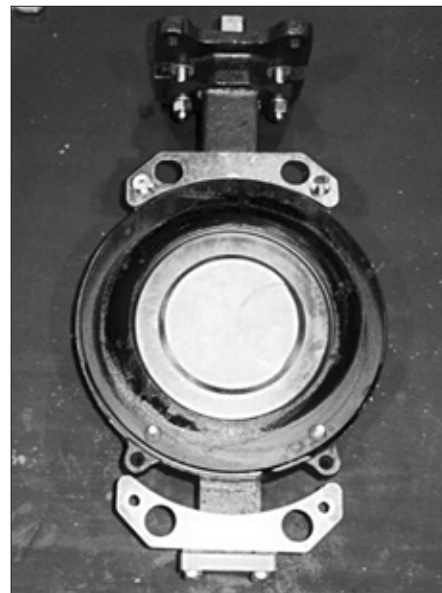

Figura 3 - Anillo de retención del asiento y piezas.
Extraer el anillo de retención del asiento (23) extrayendo los tornillos allen (24) del anillo de retención del asiento para el cuerpo lugged o de doble brida o los tornillos allen de cabeza plana (24) de las placas de centrado (26) y/o clips para el cuerpo tipo wafer. (véase Figura 3)